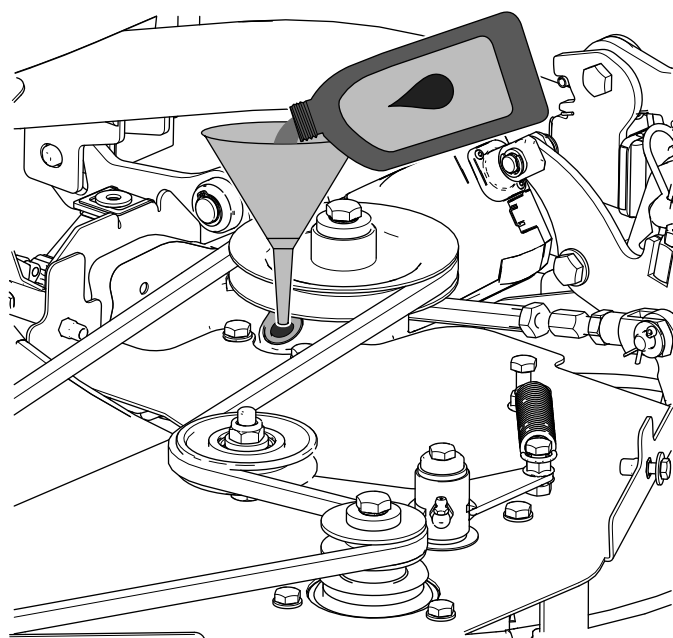

図 96
2. じょうごを使って、プラグを外した穴から所定のギアボックスオイルを入れる 図 96。